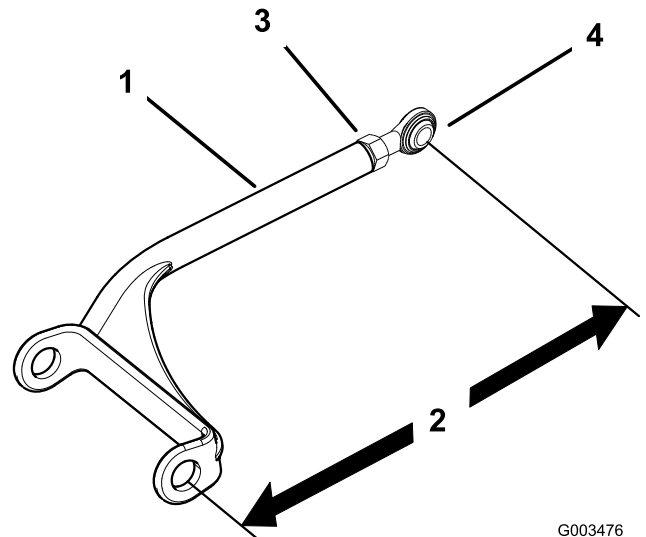

Figura 54
2. Ajuste cada lado en la misma cantidad. Cada brazo de empuje debe tener una longitud de 384 mm (15-1/8 pulg.) (Figura 54).
1. Afloje la contratuerca y gire la articulación esférica en el sentido contrario a las agujas del reloj, una vuelta cada vez (Figura 54).